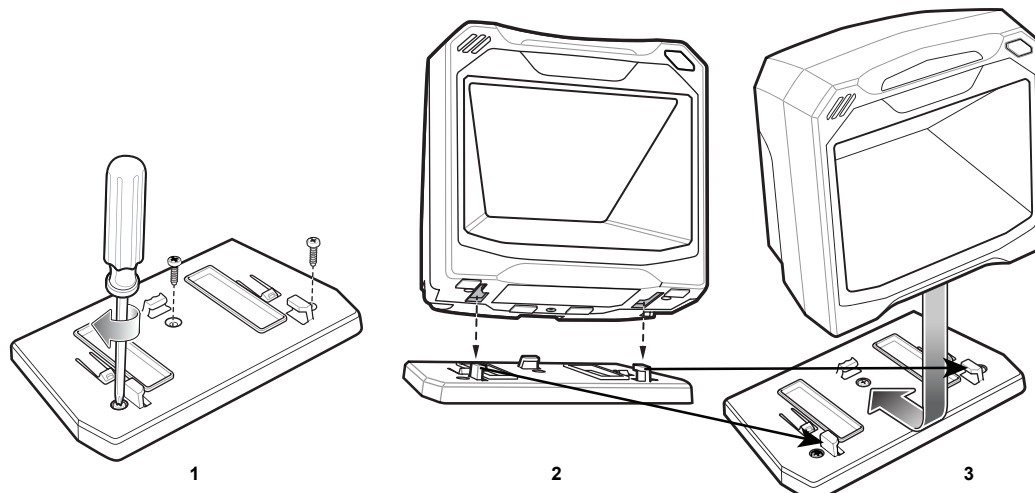

Рис. 1-10 Схема крепления на прилавке
3. Рис. 1-10 – 1. Закрепите кронштейн на рабочей поверхности с помощью трех винтов (не входят в комплект поставки).
4. Рис. 1-10 – 2. Немного поверните сканер и совместите монтажные углубления с пластиковыми фиксаторами на кронштейне.
5. Рис. 1-10 – 3. Вставьте пластиковые фиксаторы в монтажные углубления сканера и сдвиньте сканер назад до щелчка.